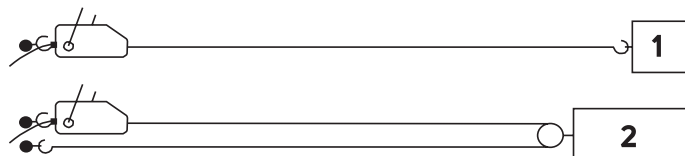

Рис. 3
1.4.1 Крепление груза при максимальном тяговом усилии (см. рис.3):
При креплении груза, как описано в п.1.1 (рис.3 схема 1), тяговое усилие лебёдки составляет 2т.
Крепление груза с использованием блока полиспаста (рис.3 схема 2):